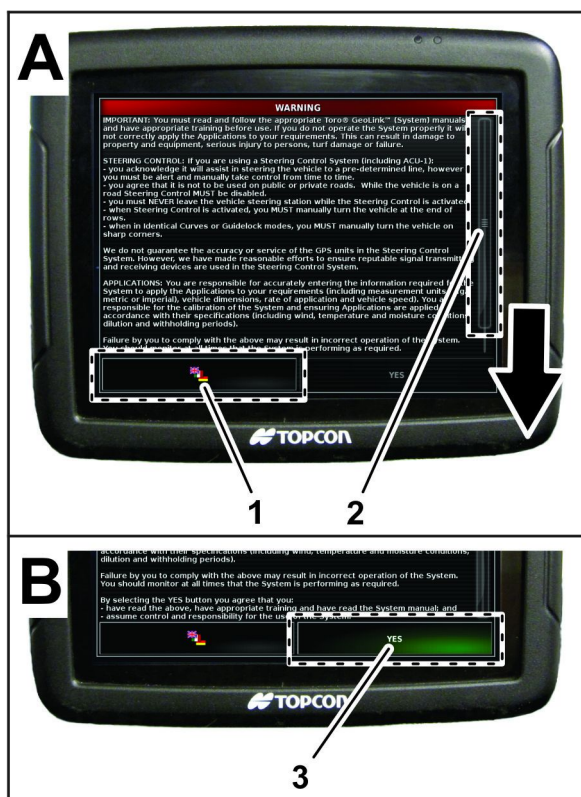

Figura 15
1. Se necessario, premete l'icona della lingua per passare a una lingua di visualizzazione diversa da quella in uso sul display X25 (Figura 15).
3. Leggete lo EULA (Figura 15).
Usate la barra di scorrimento per scorrere la schermata fino in fondo. L'icona SÌ diventa verde (Figura 15).
4. Premete l'icona SÌ per passare alla schermata Home (Figura 15).